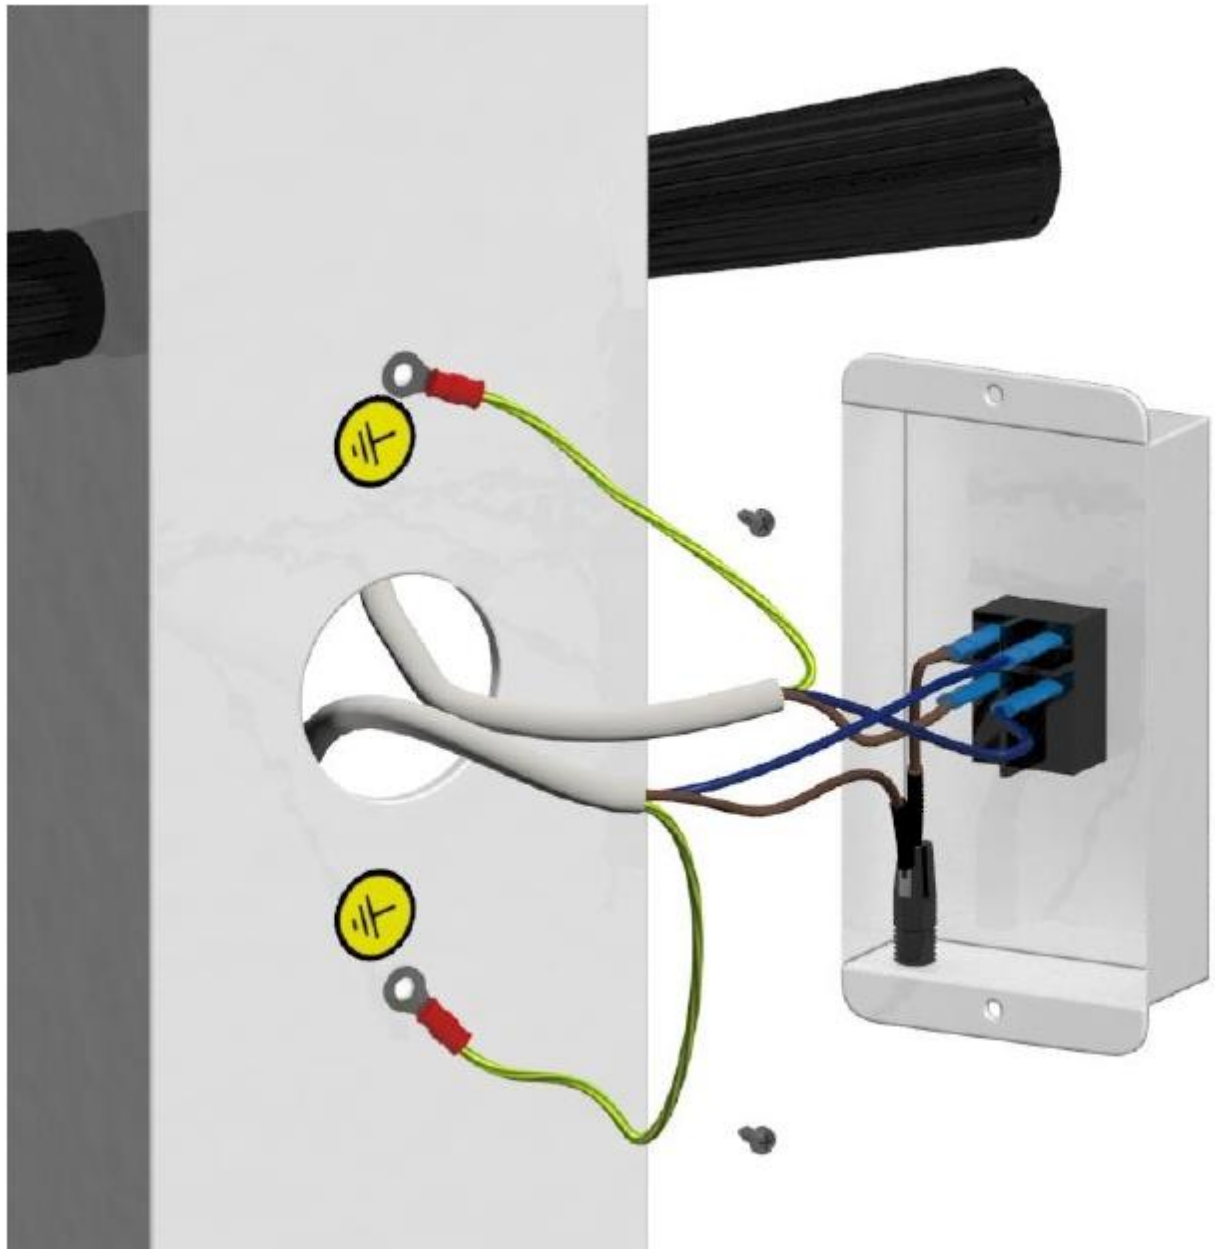

Рис. 18
✓ Соедините кабель, идущий от плеча складного шарнирного (D) кнопке таймера (F), как показано на рис. 18